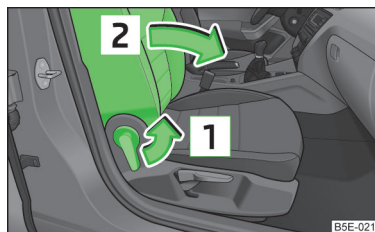

Fig. 54
► Trageți mânerul în sensul săgeții **1** » fig. 54.
➤ Trageți mânerul în sensul săgeții **1** » fig. 54.